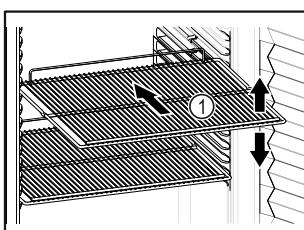

Fig. 50 Примерное изображение
- Если имеются решетчатые полки Fig. 50 (1), отрегулируйте высоту их установки.